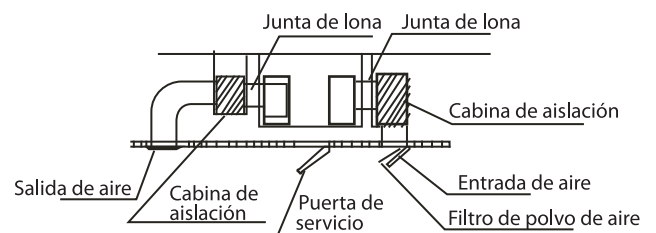

Fig. 5.20
4. Conecte el conducto como se indica en la Fig.5.20